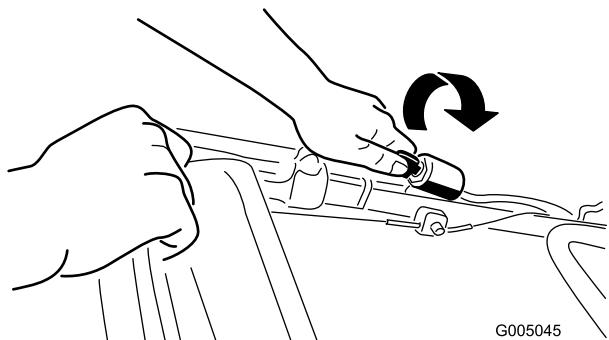
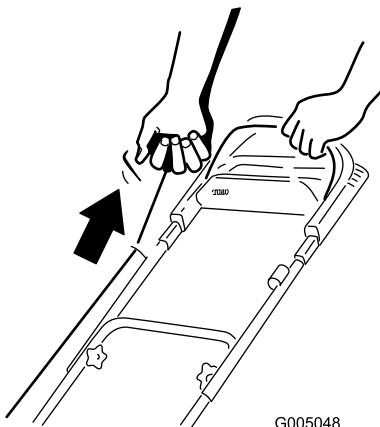

Figura 15
Figura 16
- Gire la llave de contacto (Figura 15) (modelo 20098) o tire del arrancador de retroceso (Figura 16).